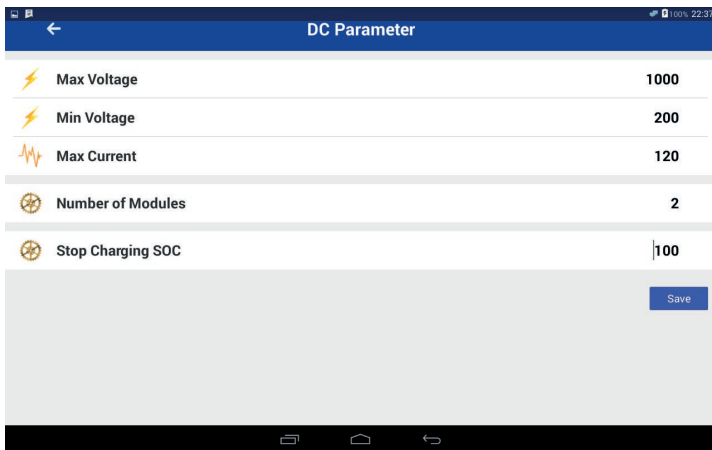

Figura 16
- Charge Point Setting > DC Setting > DC Parameter (Figura 16) e settare i seguenti parametri